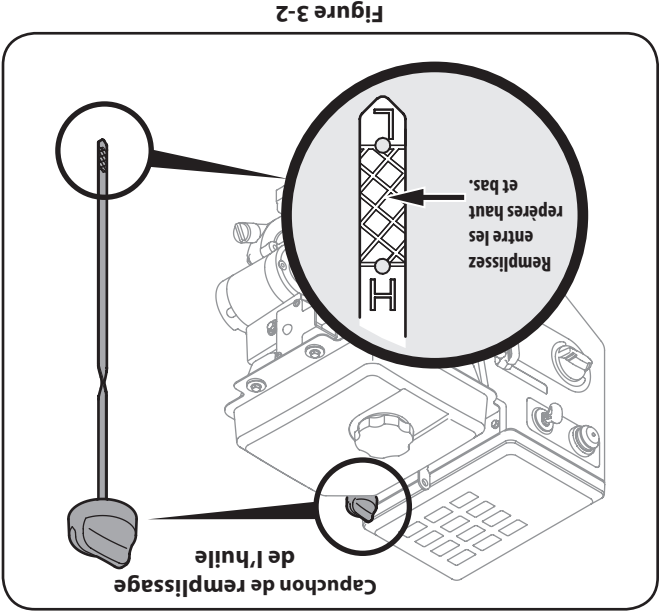

Figure 3-2
4. Desserrez et enlevez le capuchon/jauge de la goulotte de remplissage de l'huile. Prenez note de le niveau de l'huile, si le niveau d'huile est en bas de le repère bas (L), ajoutez lentement de l'huile jusqu'à ce que le niveau se trouve à le repère haut (H). Voir la Figure 3-2 ou 3-3, selon celui qui s'applique.
- Maintenir le niveau d'huile entre les repères haut (H) et bas (L) de la jauge à huile ou à la limite de débordement dans le cas d'un moteur sans jauge à huile. Voir la Figure 3-2.
- Enlevez le capuchon de remplissage de l'huile et essuyez la jauge à huile. Voir la Fig. 3-2.
- Enlevez le capuchon de remplissage de l'huile. Si le niveau d'huile est bas, ajoutez lentement de l'huile jusqu'à ce que le niveau d'huile soit entre les repères haut (H) et le bas (L). Voir la Fig. 3-2.